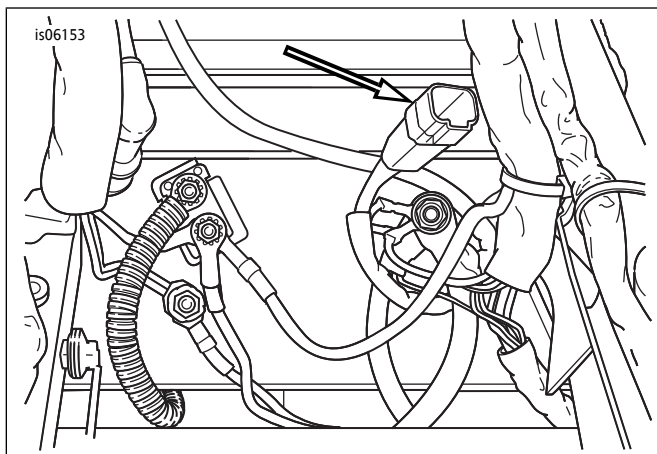

图2。座椅下方附件连接器[4]的位置
4. 从套件中取出适配线束(7)。参见图2。在座椅下方区域找到四通道附件连接器[4]。从附件连接器上拆下塞。